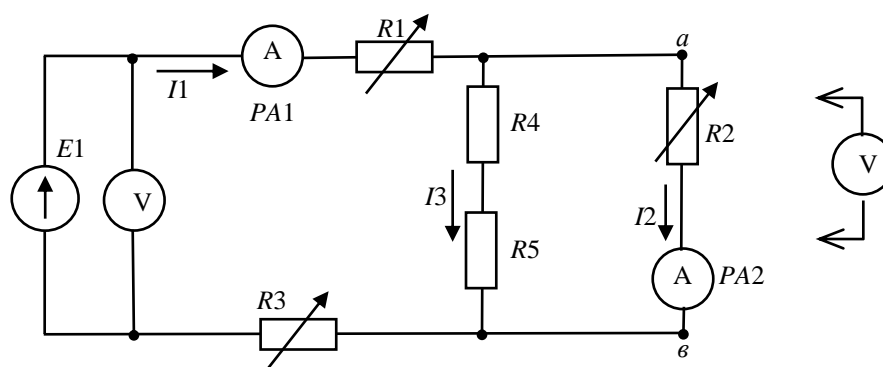

Рис. 6. Схема линейной электрической цепи постоянного тока со смешанным соединением элементов
9. Соберите цепь со смешанным соединением резисторов (рис. 6). В качестве резисторов R_1 , R_2 , R_3 используйте резисторы блока «Резисторы / Активная нагрузка», а в качестве R_4 , R_5 – резисторы модуля «Диоды, резисторы, конденсаторы», выбрав их сопротивления в соответствии с заданным вариантом (табл. 5). В качестве амперметров PA_1 – PA_2 используйте ампервольтметры модуля «Измерительные приборы» в режиме DC. Для измерения напряжений на резисторах используйте один из мультиметров. Представьте схему для проверки преподавателю.